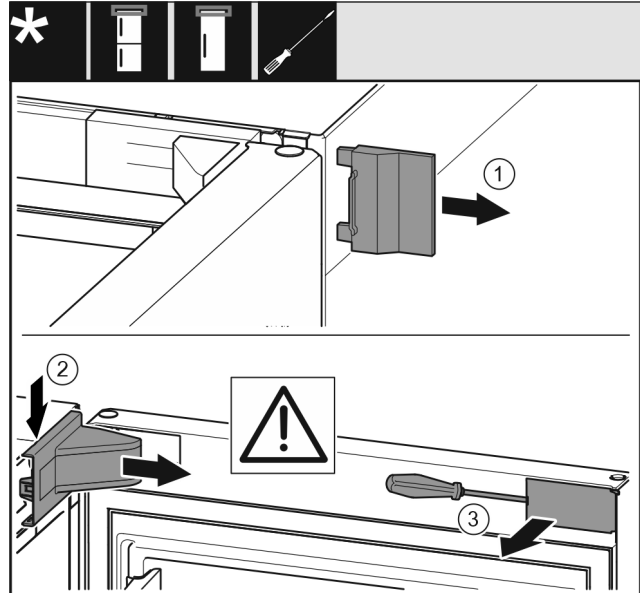

Fig. 7
- Äußere Abdeckung Fig. 7 (1) abnehmen.
- Lagerbockabdeckung Fig. 7 (2) ausrasten und abnehmen.
- Blende Fig. 7 (3) mit Schlitzschraubendreher ausrasten und zur Seite schwenken.